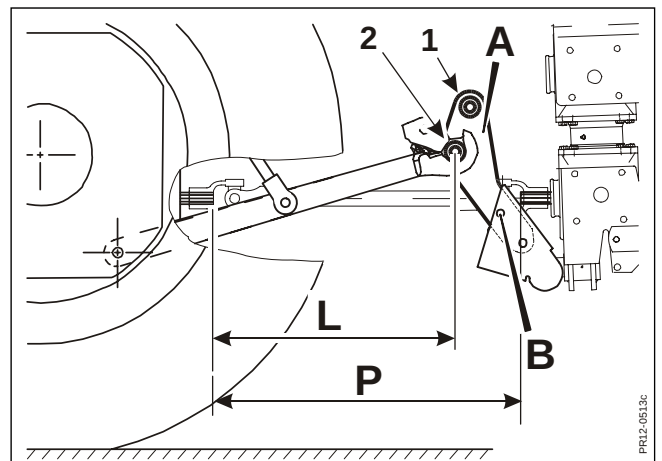

Fig. 2-3
- Fig. 2-3** **LANGE UNTERLENKER:** Wenn bei Schleppern der Abstand **L** zwischen dem PTO-Zapfen und den Kupplungspunkten der Unterlenker **lang** ist, ist ein Anbau der Anbauzapfen bei Pos. 2 der günstigste.
- NB:** Bei Anbau in Pos. 2 muss die rechte und linke Verlängerung versetzt und gewendet werden - siehe Fig. 2-3.
- Fahren in pos. 2 soll wenn möglich immer vorgezogen werden.